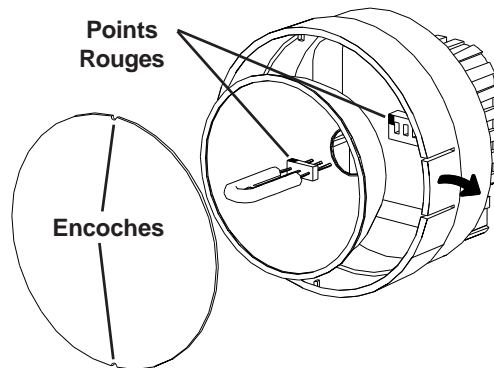

Figure 4 Remplacement de la lampe
4. Réinstallez le réflecteur et positionnez la lentille frontale installée en faisant correspondre les encoches de la lentille avec les deux petits onglets sur le réceptacle afin d'éviter que la lentille ne tourne (voir Figure 4). Repoussez les onglets sur le devant vers l'extérieur et placez la lentille..
Le stroboscope alimenté sur secteur c.a. est équipé d'un fusible remplaçable auquel on peut accéder en retirant la lentille et le réflecteur - voir Figure 4. Si le fusible doit être remplacé, utilisez uniquement un fusible du même type et de la même valeur soit un Fusible Rapide 750 mA, 2AG.
3. Les lampes comportent un « plus » et un « moins » et doivent donc être placées dans la prise dans le bon sens. **En vous équipant d'un chiffon non pelucheux, faites correspondre le point rouge sur la lampe avec le point rouge sur la prise** et faites balancer doucement la lampe lorsque vous la mettez en place (voir Figure 4). Assurez-vous que la lampe est bien droite et centrée dans le trou de réflecteur.